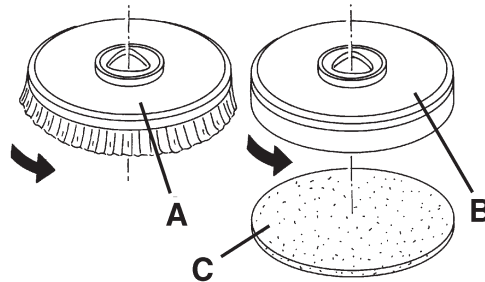

Abbildung 1
1. Netzkabel (3) vom Stromnetz trennen.
2. Die Bürste (A, Abb. 1) oder der Padhalter (B) unter dem Kopf (14) stellen.
3. Den Kopf mit dem Pedal (8) auf die Bürste/den Padhalter absenken.
4. Netzkabel (3) ans Stromnetz anschließen.
5. Den Schalter (51) drücken um die Gerät und Hilfselemente einzuschalten.
6. Um die Bürste oder den Padhalter anzukuppeln, ist es genug nur einen Schalter (55) zu drücken.